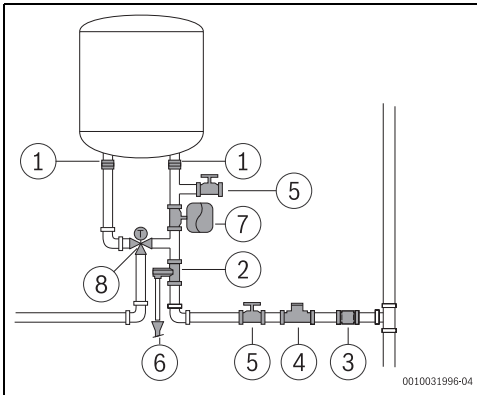

Fig. 15
- ▶ Si raccomanda di installare una valvola termostatica (fig. 15, [8]) sul tubo di uscita dell'apparecchio, se si utilizzano tubi PEX. Tali tubi devono essere adeguati alle performance del materiale utilizzato.
- ▶ Non installare mai accessori (diversi da quelli illustrati in fig. 15) tra la valvola di sicurezza e l'ingresso acqua fredda sanitaria (lato destro) dell'apparecchio.
- ▶ installare un riduttore di pressione (fig. 15, [4]). La valvola di sicurezza si attiva quando la pressione dell'acqua nell'apparecchio è superiore a 8 bar (± 1 bar), pertanto è necessario prevedere una soluzione per scaricare l'acqua.
- ▶ installare un vaso d'espansione (fig. 15, [7]) per evitare che la valvola di sicurezza si apra spesso. Il volume del vaso d'espansione deve essere pari al 5% del volume dell'apparecchio.